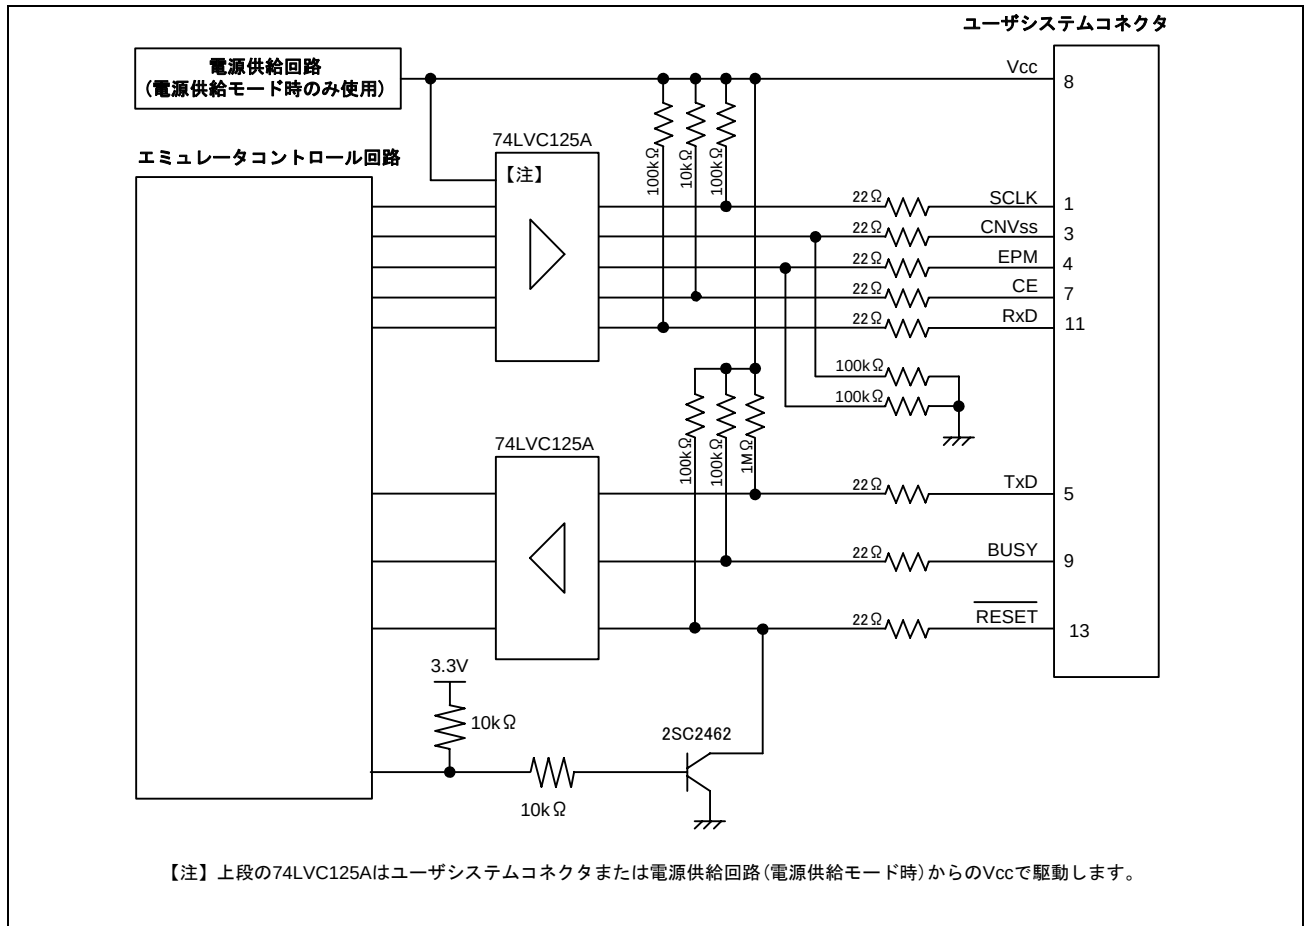

図 5.12 E8 エミュレータ内インタフェース回路 (参考)
E8エミュレータ動作中にP64はHiZ状態になることがあります。そのため、抵抗値に関しては、E8エミュレータ内部抵抗(図5.12)との分圧により、中間電位にならない値で端子処理をしてください。
E8エミュレータ動作中にP50,P55はHiZ状態になることがあります。そのため、抵抗値に関しては、E8エミュレータ内部抵抗(図5.12)との分圧により、中間電位にならない値で端子処理をしてください。
E8エミュレータ動作中にP55はHiZ状態になることがあります。そのため、抵抗値に関しては、E8エミュレータ内部抵抗(図5.12)との分圧により、中間電位にならない値で端子処理をしてください。
9. 図5.12にE8エミュレータ内インタフェース回路を示します。プルアップ抵抗の値などを決定するときに参考にしてください。